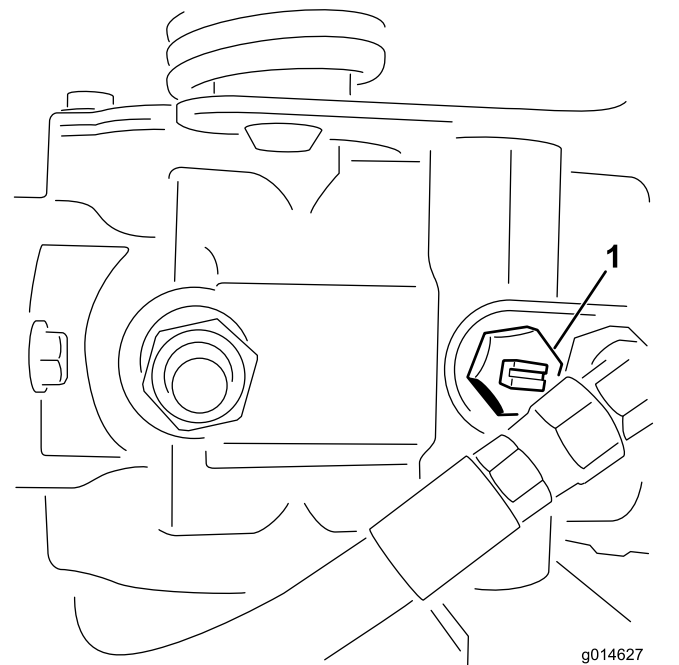

Figura 29
2. Prima di avviare il motore chiudete la valvola bypass girandola in modo che la scanalatura sia orizzontale (Figura 29).
1. Girate la valvola bypass sulla pompa in modo che la scanalatura sia verticale (Figura 29).